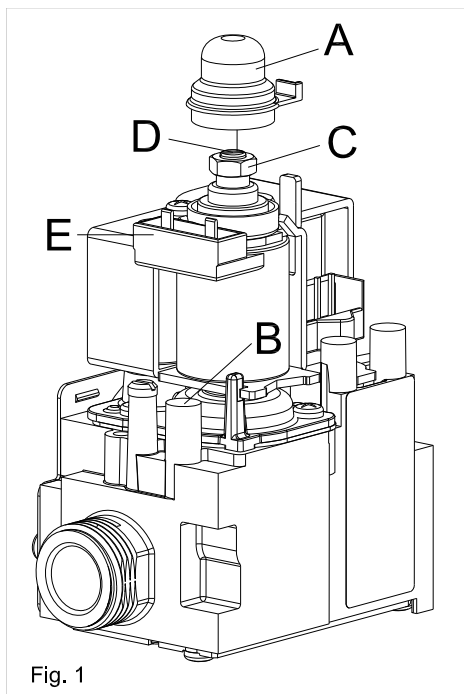

Fig. 1
Prima di accendere la caldaia per procedere alla regolazione, inserire un manometro nella presa di pressione **B** sulla valvola gas (fig. 1);
Se il valore di questa pressione è diverso dal valore di targa (vedi Tabella pressioni gas di regolazione' sul manuale installazione della caldaia) togliere il tappo **A** (fig. 1) e agire con una chiave aperta da 10 sul dado **C** per regolare la massima pressione gas.
E (fig.1 );
- se il valore di questa pressione è diverso dal valore 1,5 mbar (G20) / 4,5 - 6,1 mbar (G30-G31), agire con un cacciavite a croce sulla vite **D** (fig.1 ) ruotandola fino a che il manometro non segni la pressione giusta;
- Ricollegare il fastom di alimentazione sul modulatore **E** (fig.1 );
- Rimontare il tappo **A** (fig.1 ) sul modulatore nella posizione originale per il corretto funzionamento.